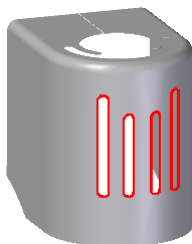
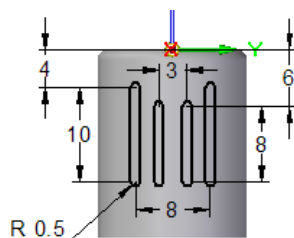

图 8.1.19 法向除料特征 4
图 8.1.20 截面草图
(4) 单击 **完成** 按钮, 完成特征的创建。
Step7. 创建图 8.1.19 所示的法向除料特征 4。
(1) 选择命令。在“主页”功能选项卡“钣金”工具栏中单击 **打孔** 按钮 , 选择  法向除料命令。
(2) 定义特征的截面草图。
① 选取草图平面。在系统 **单击平的面或参考平面。** 的提示下, 选取右视图 (YZ) 平面为草图平面。
② 绘制图 8.1.20 所示的截面草图。